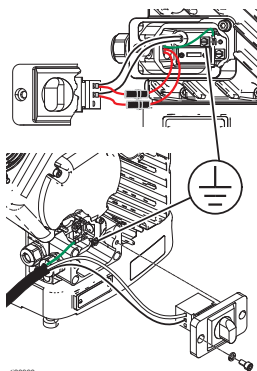
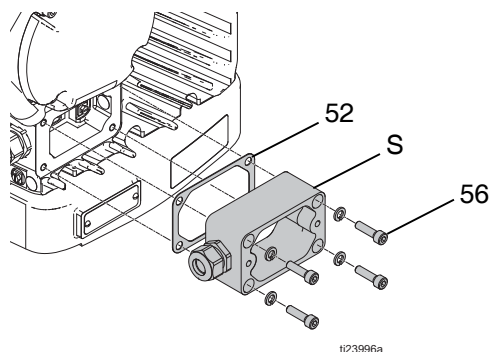

Fig. 16: Ubicación del tornillo de conexión a tierra
Fig. 19: Manguito de la caja de conexiones
7. Conecte el cable de conexión a tierra del ventilador. Consulte la FIG. 19 en la página 15. Consulte la FIG. 16 en la página 15.
9. Coloque la junta (52), el manguito de la caja de conexiones (S), y apriete cuatro pernos (56). Consulte la FIG. 19 en la página 15.